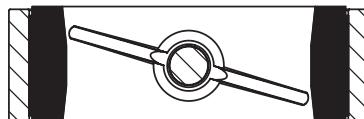

Fig. 1
- Avoid, especially the storage the valve disc must be half open (Fig. 1).
- During the storage the valve disc must be half open (Fig. 1).
- Evitar golpes, especialmente sobre las partes más débiles (maniglia, volantín, riduttori / semiperforados) (Fig. 1).